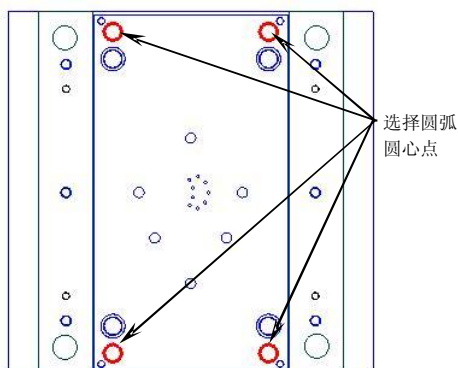
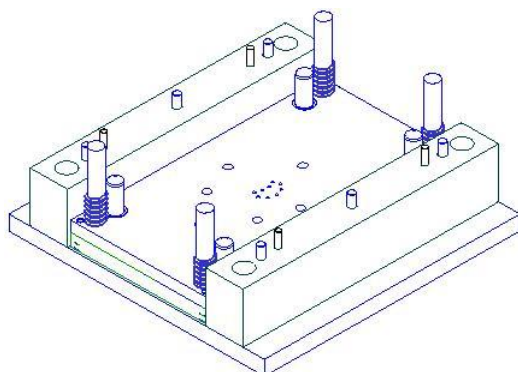

图7-134
图7-135
- 在【标准件管理】对话框中单击 **确定** 按钮，弹出【选择一个面】对话框。选择面样板顶面，弹出【点构造器】对话框，依次选择图 7-134 所示圆弧圆心点，每选择一个圆心点单击一次 **确定** 按钮，然后单击 **取消** 按钮创建弹簧，如图 7-135 所示。